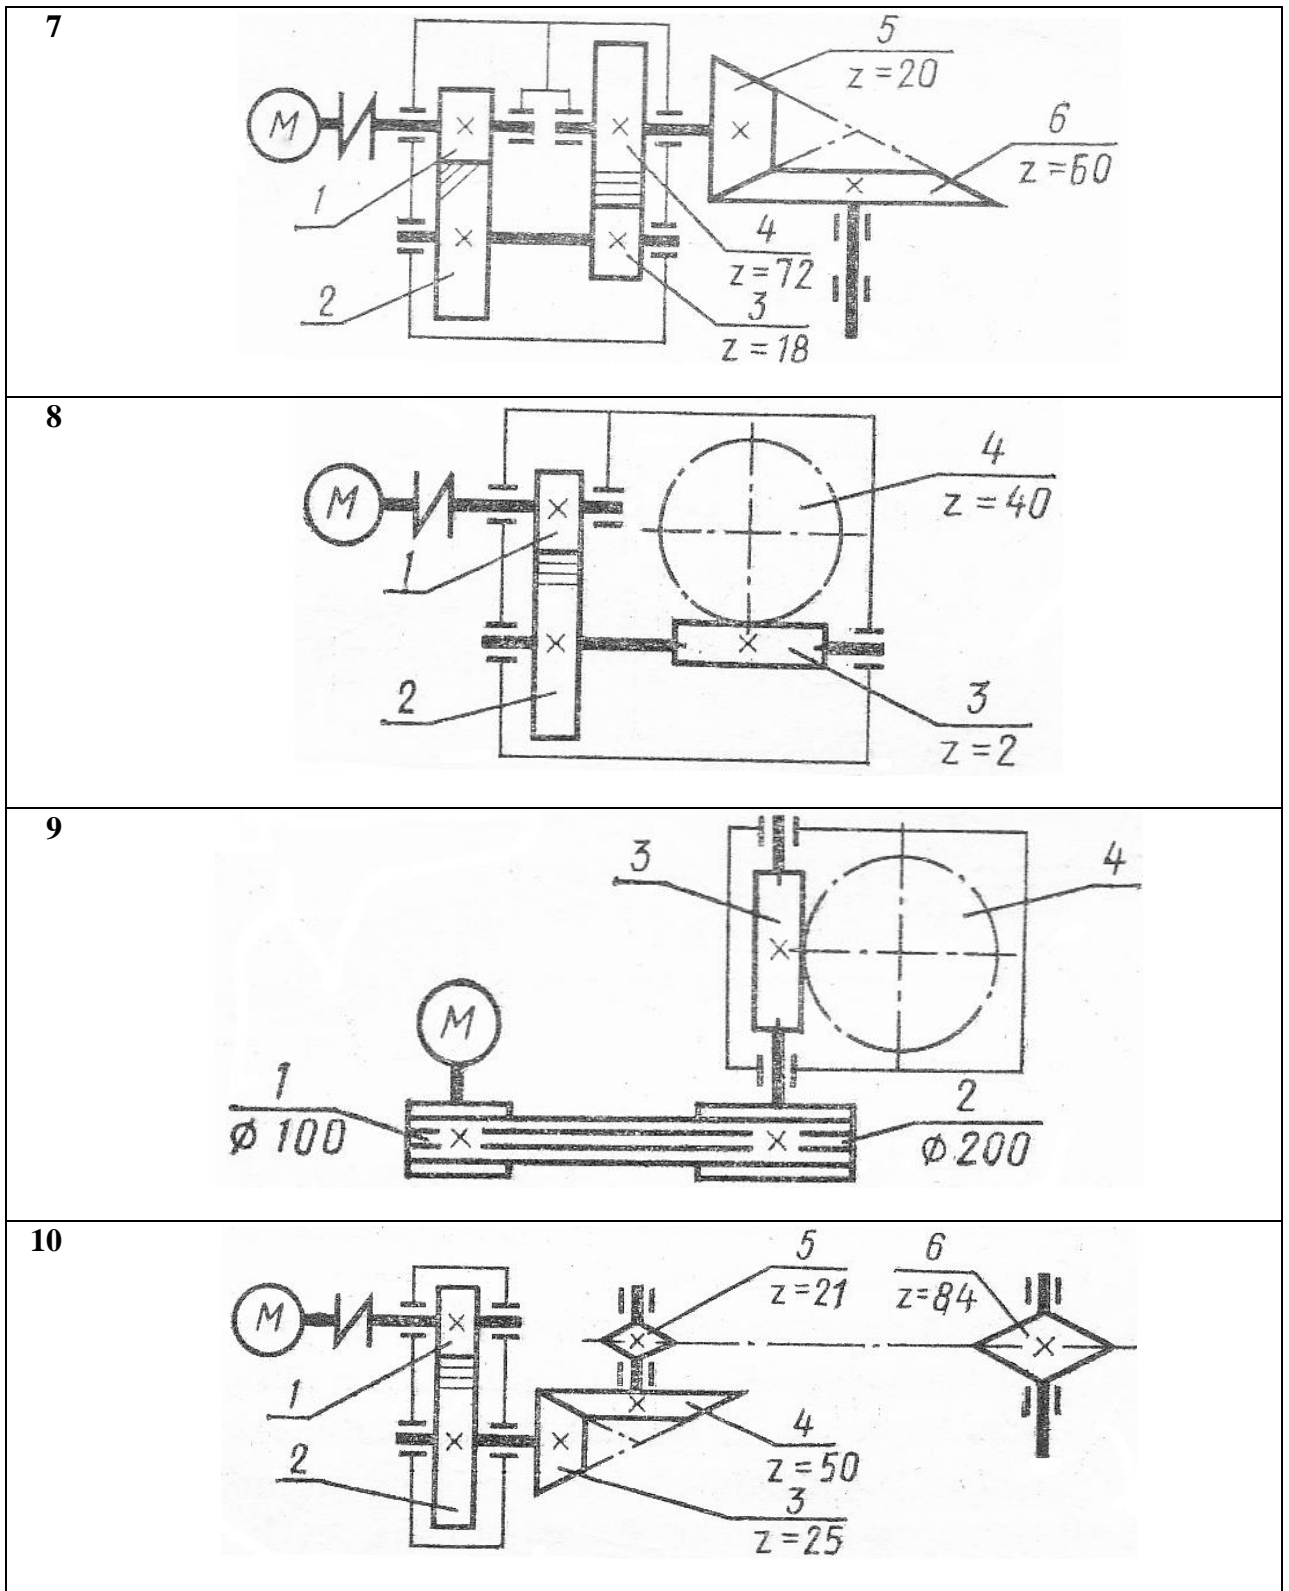

Рис. 8 - Схема задачи
*Задание:* Выполнить геометрический расчет одной из ступеней передачи привода (рисунок 8) по данным предыдущей задачи. Номер рассчитываемой ступени передачи, ее межосевое расстояние  $a$ , а также относительная ширина колеса  $\varphi$  даны в таблице: